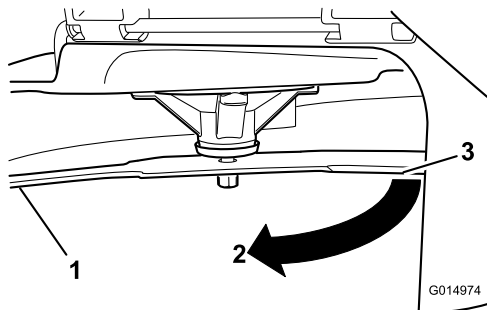

Figura 58
3. Seconda distanza misurata tra la lama e la superficie (B)
4. Ruotate la stessa lama di 180 gradi in modo che il tagliente opposto si trovi ora nella stessa posizione (**Figura 58**).